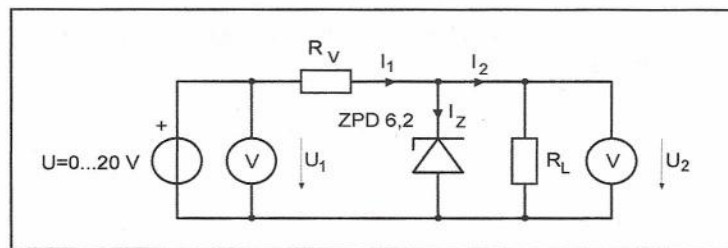

Bild 4: Stabilisierungsschaltung
- Berechnen Sie für die Schaltung nach Bild 4 den Vorwiderstand R_V unter der Bedingung, daß der Strom I_Z für $0 \leq U_1 \leq 20$ V und beliebige Werte von R_L einen Höchstwert von 50 mA nicht überschreiten darf.
Berechnen Sie für die Schaltung nach Bild 4 den Glättungsfaktor für den in Punkt 2.3. berechneten Vorwiderstand. Gehen Sie bei der Berechnung von r_Z von den Maximalwerten für α_Z und R_{thU} aus und verwenden Sie für r_{Z1} den Wert, der für den Bereich $0,1 \cdot I_{Zmax} \leq I_Z \leq I_{Zmax}$ gilt.
Bauen Sie die Schaltung nach Bild 4 mit dem in der Vorbereitung dimensionierten Vorwiderstand R_V auf. Verwenden Sie für R_V einen einstellbaren Widerstand, den Sie auf den berechneten Wert einstellen.